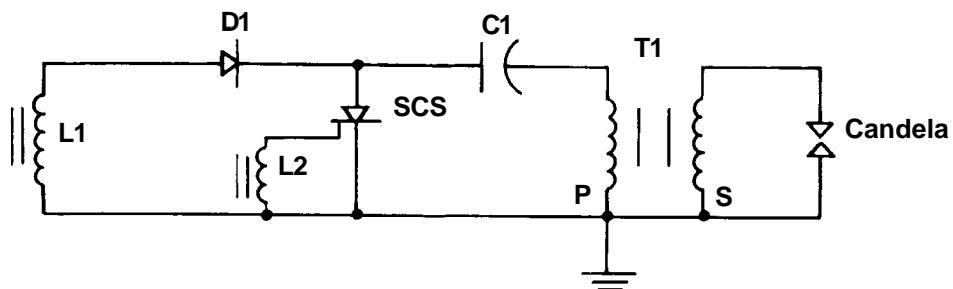
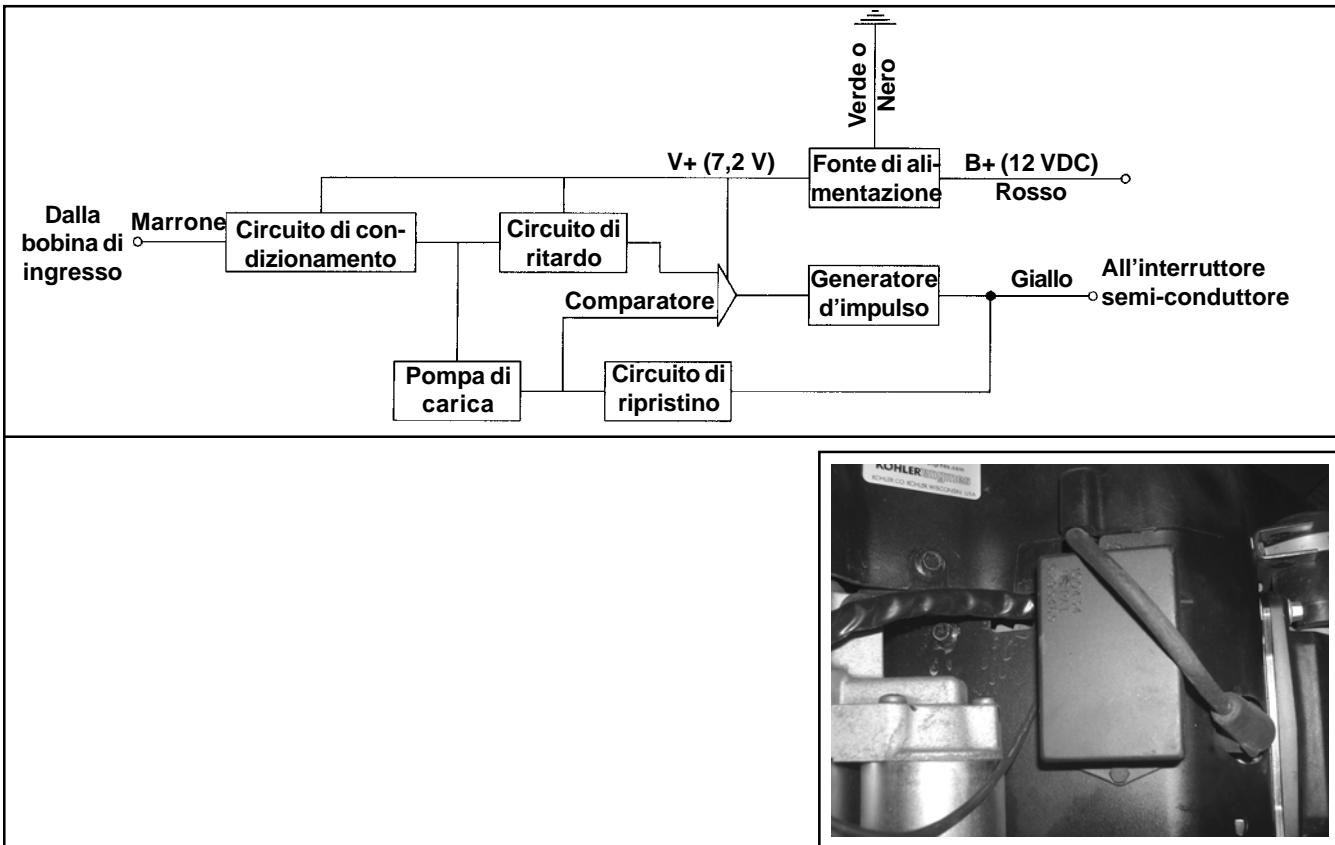

Figura 8-5. Schema del modulo di accensione a scarica capacitiva.
Figura 8-7. Diagramma a blocchi - Modulo di anticipo scintilla.
- Un modulo di anticipo scintilla montato sul carter del motore (Figura 8-7).
Funzionamento: Il modulo di accensione di questo impianto funziona allo stesso modo del modulo a fasatura fissa, ma il circuito di attivazione del semiconduttore (L2, Figura 8-5) è sostituito dal modulo di anticipo scintilla (Figura 8-7).
Gli impulsi generati dalla bobina di accensione del modulo di accensione (L1, Figura 8-5) vengono forniti in ingresso al circuito di condizionamento. Il circuito di condizionamento trasforma questo impulso in una forma utilizzabile dai circuiti addizionali. L'impulso avvia la pompa di carica, che carica un condensatore in modo lineare e direttamente proporzionale alla velocità del motore. Al contempo, l'impulso ripristina il circuito di ritardo per la modulazione di lunghezza dell'impulso. Nel frattempo, il comparatore è spento e non viene generata alcuna uscita. Non appena l'impulso originale ritorna a zero, il condensatore nel circuito di ritardo inizia a caricarsi.
Quando la carica sul condensatore di ritardo supera quella sul condensatore della pompa di carica, il comparatore cambia stato attivando il generatore d'impulso. L'impulso attiva il semiconduttore del modulo di accensione CD. L'energia viene quindi trasferita al secondario del trasformatore di uscita (T1, Figura 8-5). L'impulso ad alta tensione generato viene fornito alla candela, il cui arco colma la luce dell'elettrodo ed accende la miscela aria/carburante nella camera di combustione. Non appena generato l'impulso, tutti i circuiti associati vengono ripristinati ed i relativi condensatori si scaricano. Più tempo impiega il circuito di ritardo per superare la tensione del condensatore della pompa di carica, più tardi verrà generato l'impulso di attivazione, ritardando di conseguenza la fasatura.